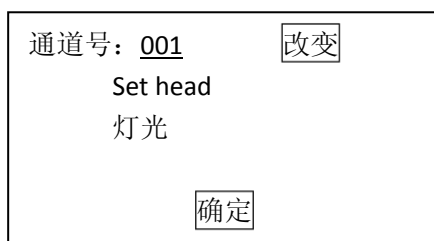

图 8-2
- 5) 输入通道号 001，点击【改变】按钮。如图 8-2；